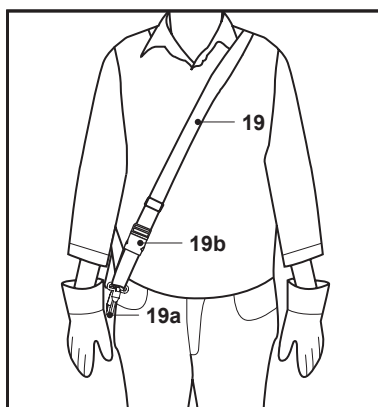

Fig. 12
1. Pune-ți hamul (19) astfel încât să treacă peste umărul stâng, traversând pieptul și spatele în diagonală. Clema de fixare (19a) trebuie să se afle pe șoldul drept. Accesoriul de eliberare rapidă (19b) trebuie să fie în față (Fig. 12).